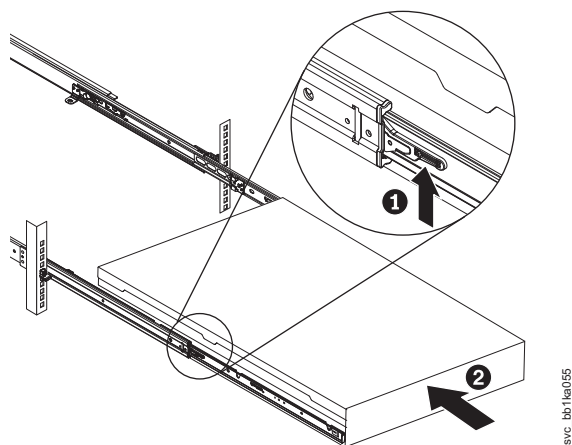

Figura 195. Levantando as alavancas de travamento dos trilhos deslizantes do rack
10. Levante as alavancas de travamento (1 na Figura 195) nos trilhos deslizantes e empurre o nó 2 inteiro no rack até que ela encaixe no lugar.